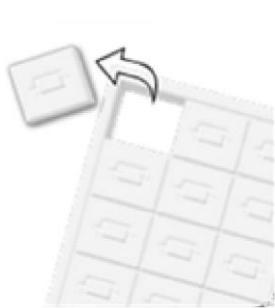

Рис. 1
- 1 - Выньте мягкий прикусной вкладыш из матрицы (рис. 1).